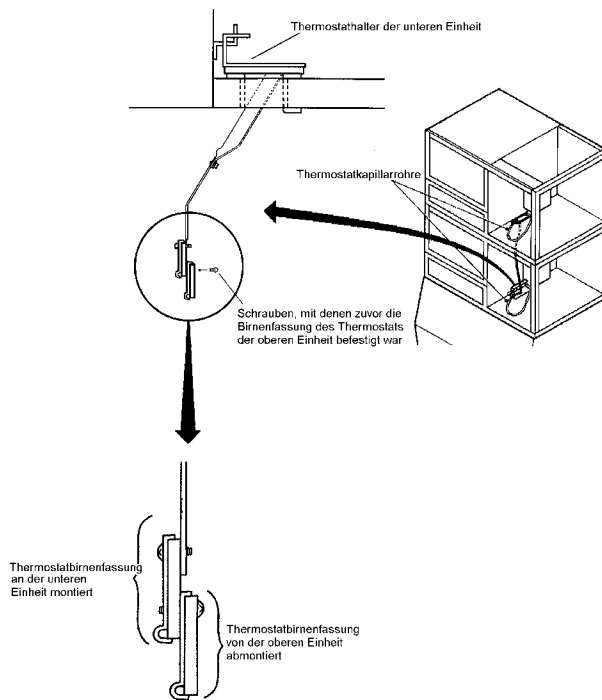

Abb. 5
- 8) Die Kapillarrohre des Behälterthermostats der oberen Einheit durch die untere Öffnung der oberen Einheit in die untere Einheit führen und dann durch die untere Öffnung der unteren Einheit in den Behälter. Die Birne des Thermostats der oberen Einheit mitsamt Fassung an der unteren Einheit befestigen, und zwar mit Hilfe der Schrauben, die zuvor von der oberen Einheit abgenommen worden waren. (Siehe Bild 5).